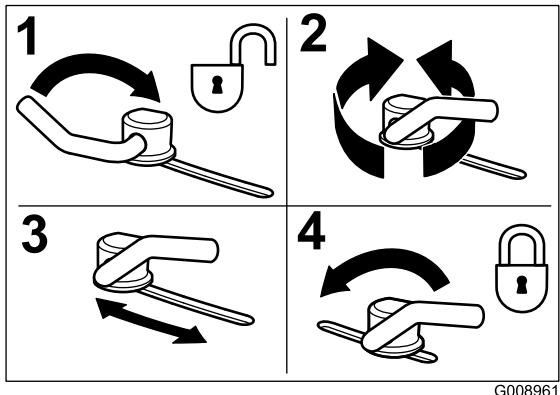

図 14
1. カムロックは、レバーをゆるめて調整する(図14)。
3. 調整ができたらレバーを締めてバッフルとカムロックを固定する。(図14)